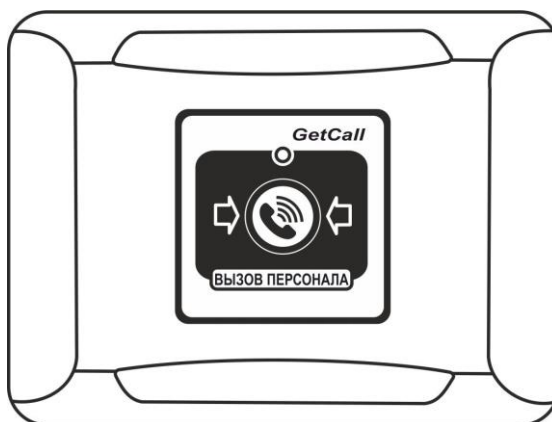

Рисунок 5.3. Влагозащищенная кнопка вызова GC-0422W2
3. Влагозащищенная кнопка вызова GC-0422W2 настенного крепления (рис.5.3). Кнопка вызова имеет влагозащищенность по группе IP44.